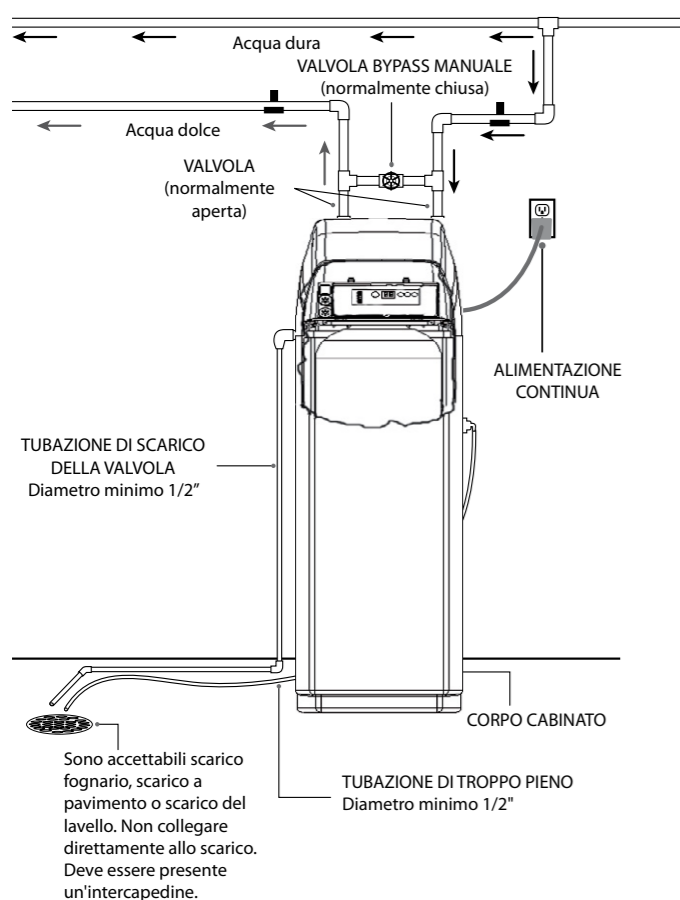

Figura 5
5. Interrompere l'erogazione dell'acqua nell'abitazione. Aprire il rubinetto più alto dell'impianto idraulico, quindi il più basso (non è possibile lavorare con i tubi pieni d'acqua). Eseguire le modifiche necessarie alle tubazioni per collegare il filtro all'impianto idraulico dell'abitazione (vedere la Figura 5).